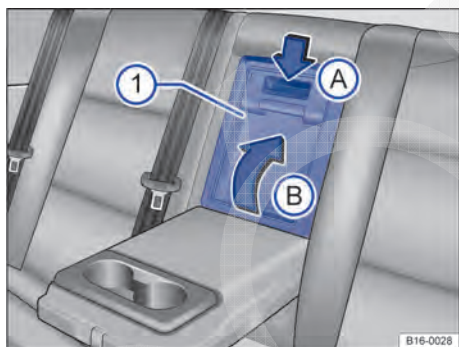

Fig. 97 No encosto do banco traseiro: abrir o dispositivo para transporte de objetos longos.
- Pressionar o botão de destravamento para baixo ⇒ Fig. 97 **A** e fechar a tampa do dispositivo para transporte de objetos longos **1** no compartimento de bagagem **B**.